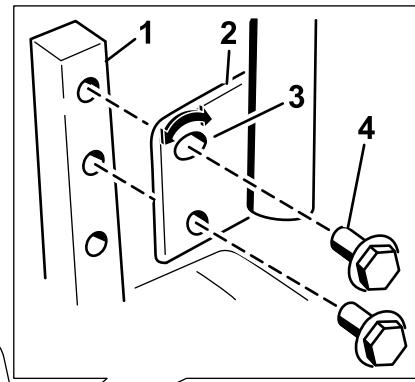

Figura 21
1. Retire los 2 pernos que fijan la palanca de control al brazo de la palanca (Figura 21).
2. Mueva la palanca al juego de taladros siguiente. Fíjela con los 2 pernos (Figura 21).
2. Afloje el perno inferior lo suficiente para poder desplazar hacia adelante o hacia atrás la palanca de control (Figura 21). Apriete ambos pernos para fijar el control en la posición nueva.